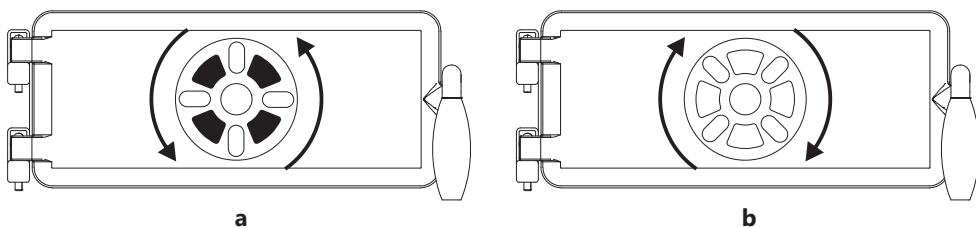

Figure 3
Placer la manette de réglage d'air primaire (figure 1, pos. 14) en position ouverte (figure 3-a) pendant le démarrage et la maintenir dans cette position jusqu'à établissement du fonctionnement stable de la cuisinière après le chargement de grosses bûches de bois ou du charbon.
Placer ensuite la manette de réglage en position fermée (pour les chargements de bois et de briquelettes de bois - figure 3-b) et la maintenir dans cette position tout le temps pendant le fonctionnement de la cuisinière.